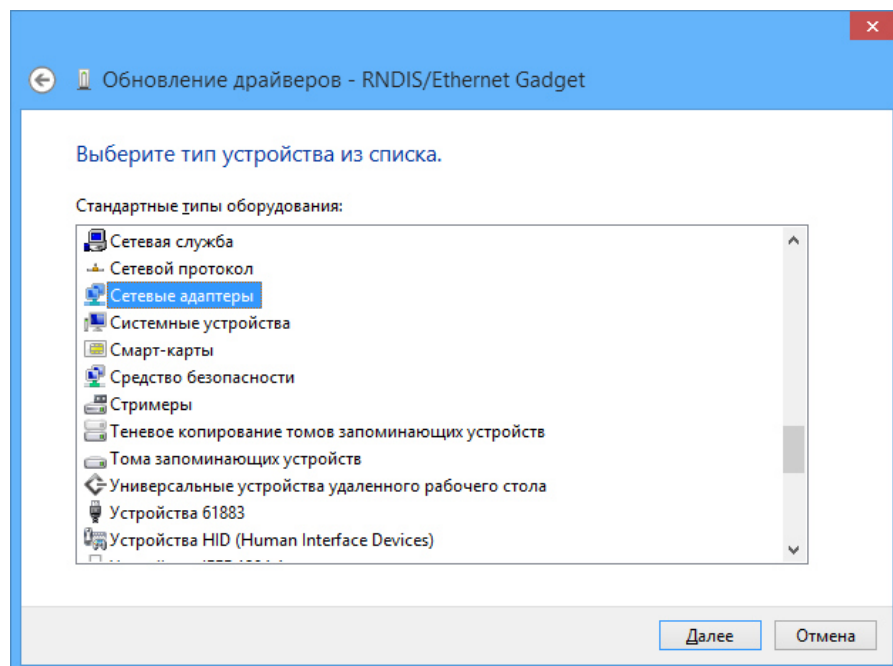

Рисунок 2.7 – Открытие списка драйверов для сетевых адаптеров
7. Выбрать из списка раздел «Сетевые адаптеры» (рисунок 2.7).